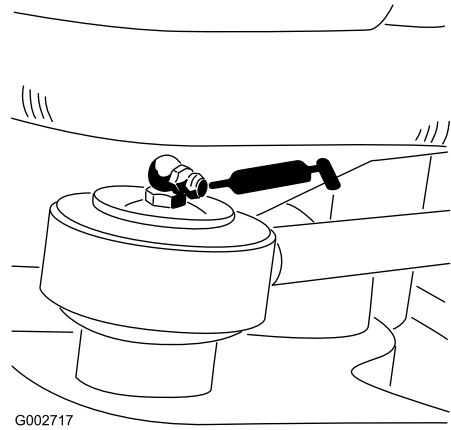

图26
- 转向油缸杆头 (1 个) ——仅限型号 08705 (图26)